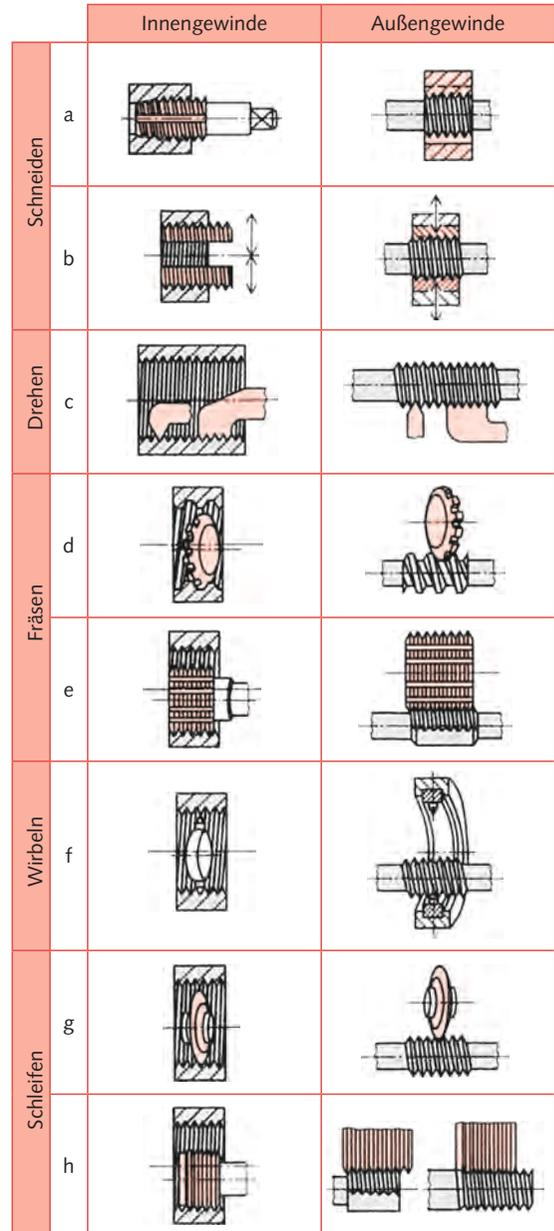

Bild 1 Gewindeherstellung durch Spanen
- **Selbstöffnende Schneidköpfe** (Bild 1 b)
Drehen (Bild 1 c) mit Gewindedrehmeißel oder Strehler s. Abschnitt 4.1.2.2.